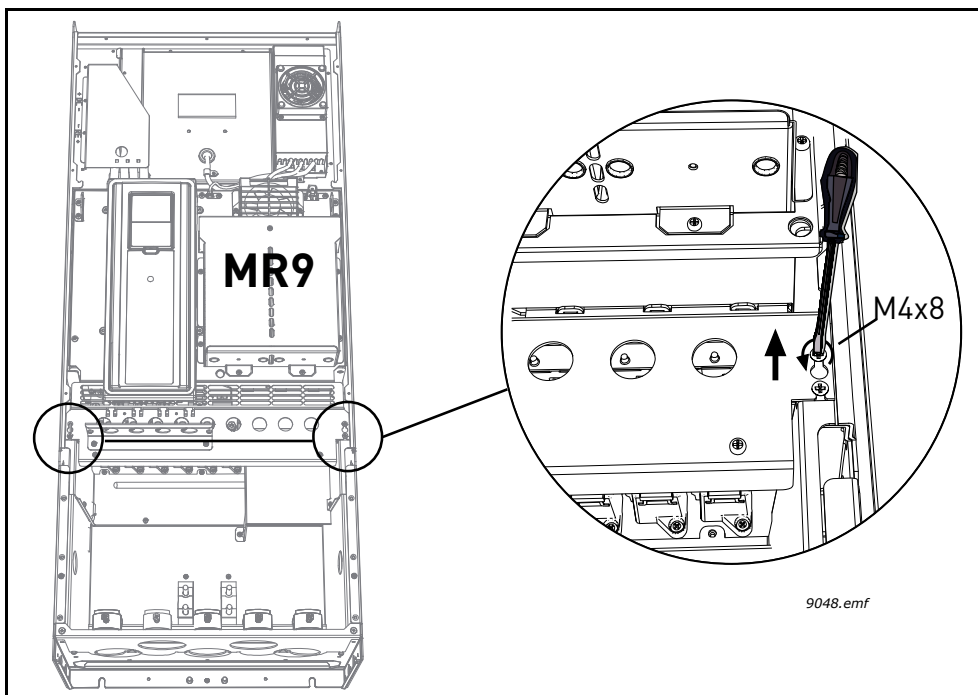
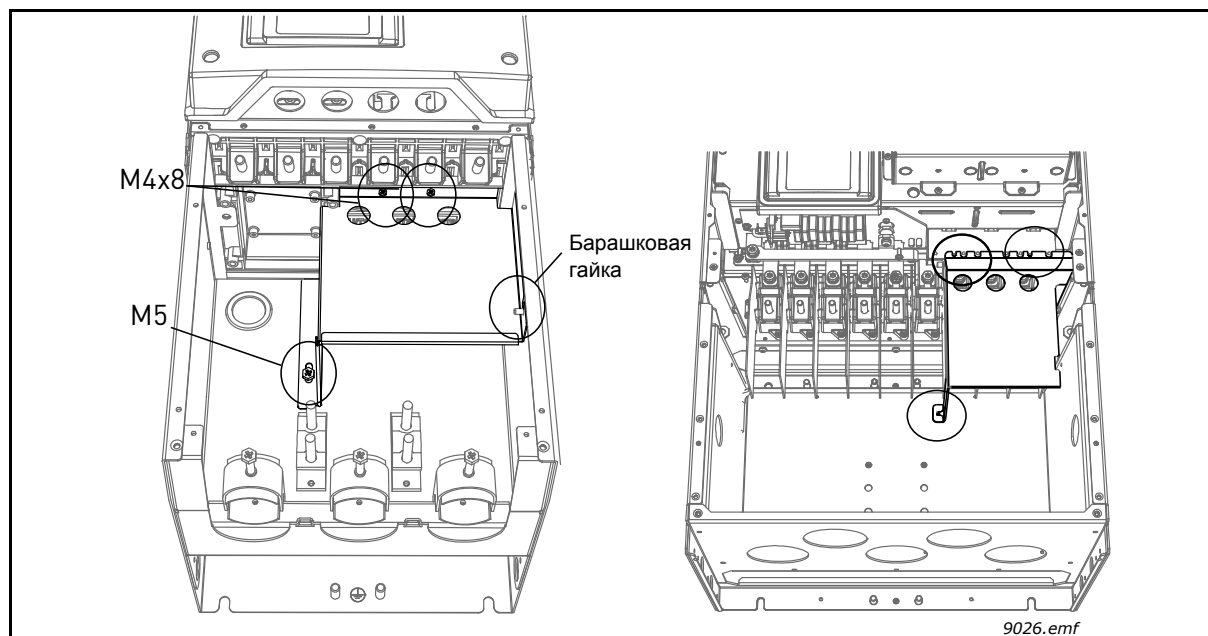

Рис. 39. Снятие уплотнительной крышки (MR9)
Рис. 40. Снятие защитной пластины электромагнитной совместимости, слева: MR8, справа: MR9
**12** Теперь установите на место сначала защитную пластину электромагнитной совместимости (см. Рис. 40), а затем уплотнительную крышку для MR9 (см. Рис. 39).